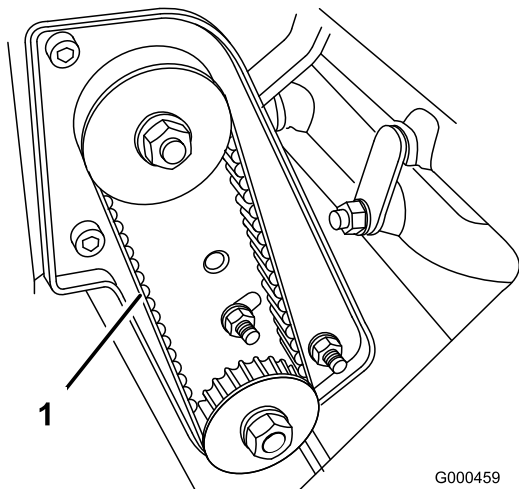

Figura 42
2. Compruebe la tensión presionando la correa (Figura 42) en el punto intermedio entre las poleas con una fuerza de $1,8 \pm 0,5$ kg. La correa debe desviarse entre 4,8 y 7,9 mm. Si la desviación no es la correcta, continúe con el paso siguiente.